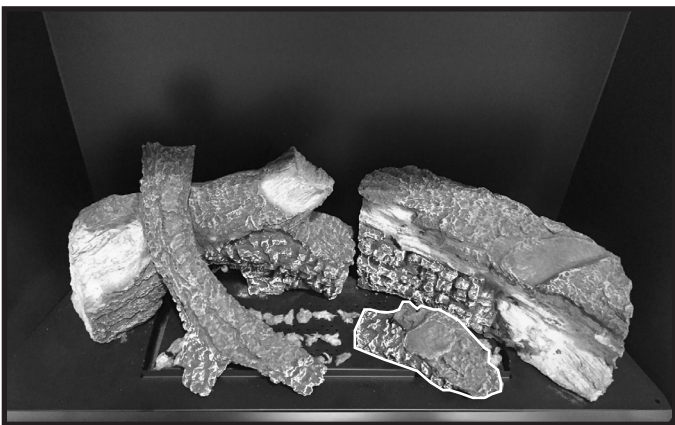

Figure 8. Installation de la bûche du brûleur
- Retirez la bûche du petit brûleur de l'emballage. Cette bûche comporte deux trous dans sa base. Ces trous correspondent aux deux tiges de bûche situées sur le dessus du brûleur. Placez la bûche sur les deux tiges de bûche, comme il est indiqué à la figure 8.